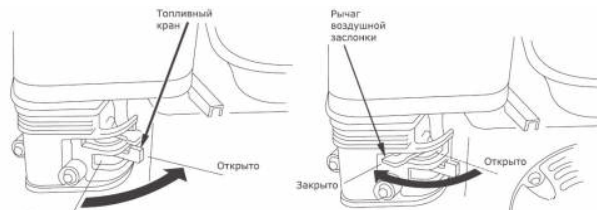

Рис. 8
3. Поверните топливный кран в положение «Открыто» (Рис. 8);
4. Переведите рычаг воздушной заслонки в положение: (Рис. 8)